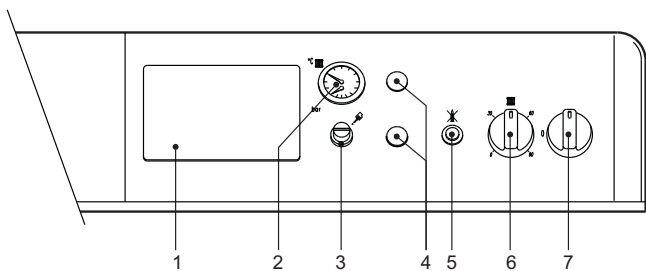

рис. 1 - Панель управления
- Переведите выключатель котла "7" в положение 1 (рис. 1).
Повернув рукоятку 6 на рис. 1 по часовой стрелке, температура воды в системе отопления повышается и наоборот. Температуру воды в системе отопления можно регулировать в пределах от 30° до 90°. Однако не рекомендуется эксплуатировать котел при температуре ниже 45°.
Задайте с помощью термостата температуры воздуха в помещении нужную температуру внутри помещения. При поступлении команды от комнатного термостата котел включается, обеспечивая нагревание воды в системе отопления до температуры, заданной регулирующим термостатом 6 ди рис. 1. При достижении в помещении желаемой температуры котел выключается.